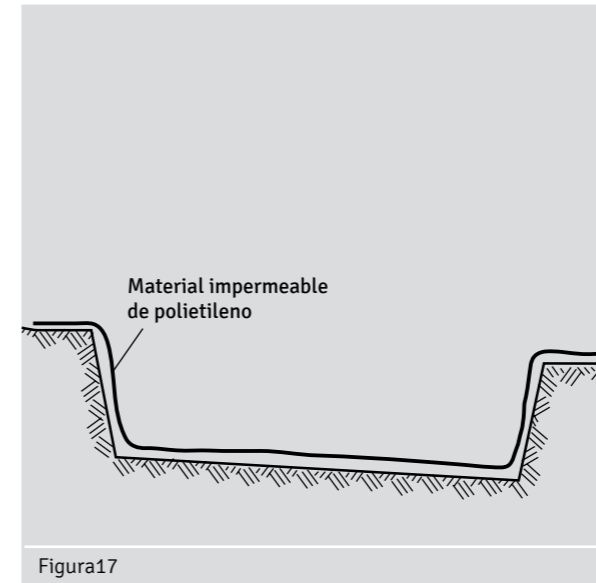

Figura 17
1. Primero realizamos la excavación dejando una pendiente de entrada a salida de 1cm por cada metro como mínimo, luego colocamos el material impermeable film de polietileno de 200 micrones este que ser resistente para no ser atravesado por las raíces de la vegetación a implantar. (Figura 17)